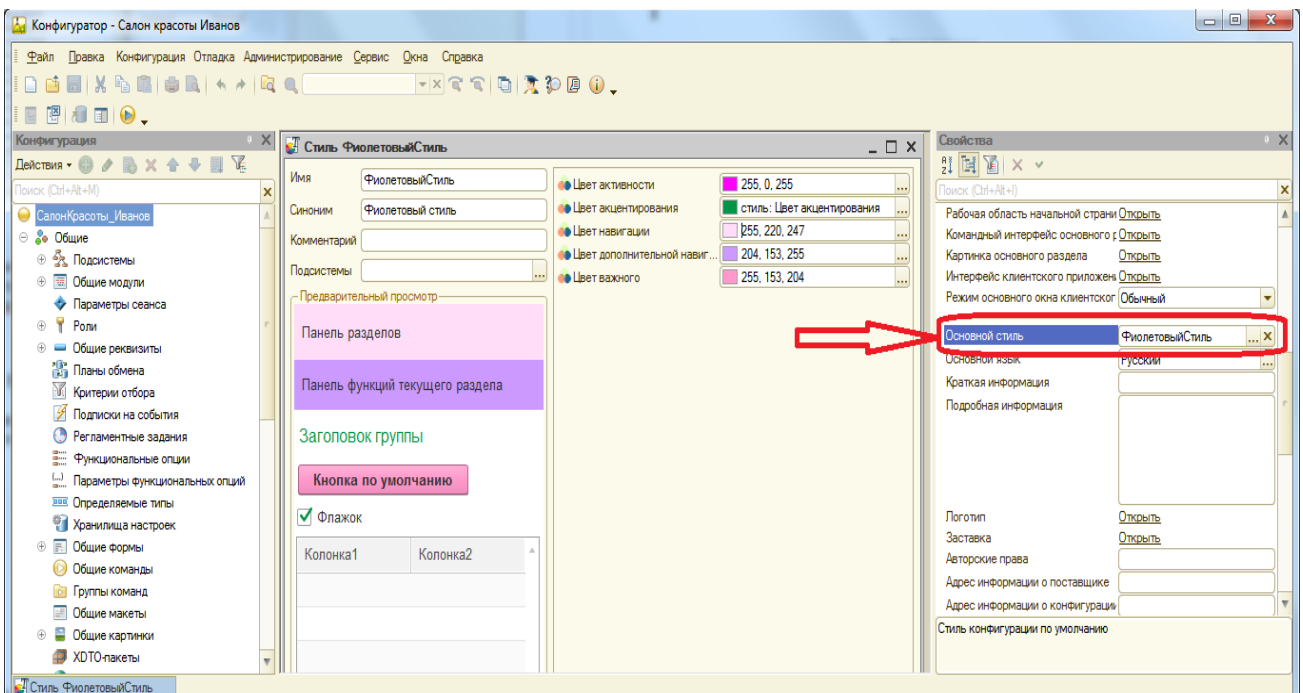

Рисунок 2.18 – Применение нового стиля «ФиолетовыйСтиль» к конфигурации
2.9 Применим Ваш новый стиль ко всей конфигурации. Откроем свойства корневой папки дерева конфигурации «СалонКрасотыИванов» и выбираем в реквизите «ОсновнойСтиль» Ваш стиль «ФиолетовыйСтиль» (рисунок 2.18).